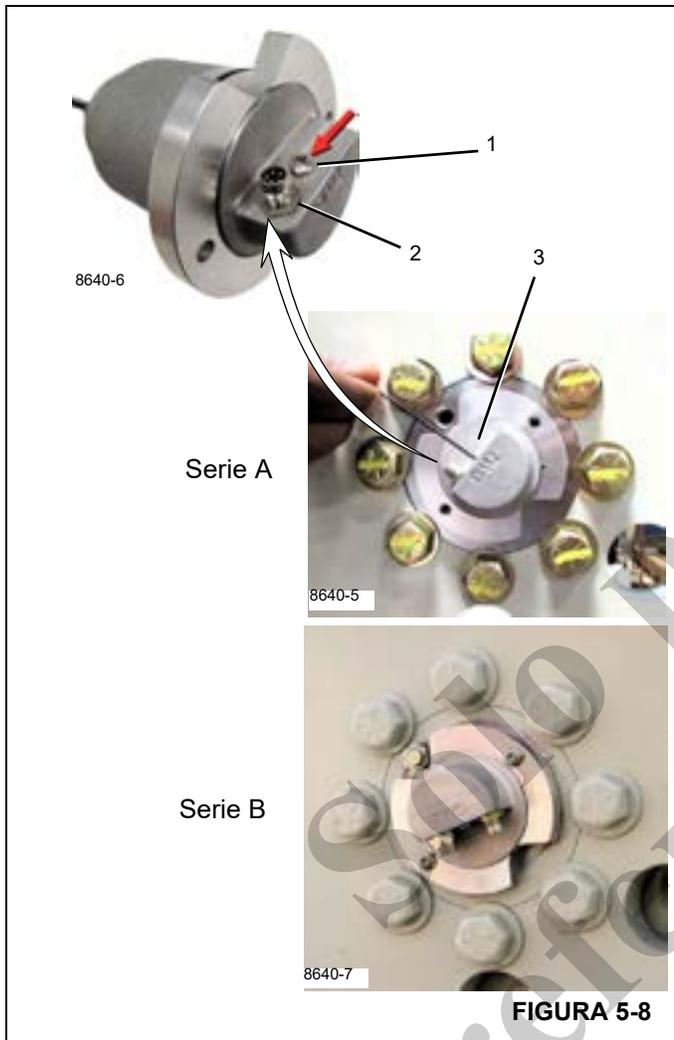

FIGURA 5-8
2. Desconectar la alimentación del MWI desconectando el cable del DRI (2, Figura 5-8).
3. Retirar el tornillo de la cubierta del botón de programación del Sistema de monitoreo de malacate (HMS) (1, Figura 5-8) en el DRI.
4. Presionar y mantener presionado suavemente el botón de programación (3, Figura 5-8) y retorne la alimentación al MWI volviendo a conectar el cable del DRI.
**NOTA:** Mantener presionado el botón durante más de 15 segundos pone el HMS en modo de envío en las unidades de la serie A. (Vea la Figura 5-8.) Vea Modo de envío para obtener información adicional.
**NOTA:** Si no se vuelve a instalar el tornillo de programación (1, Figura 5-8), se podría afectar el funcionamiento del MWI.
3. Retire el tornillo de la cubierta del botón de programación (1, Figura 5-8).